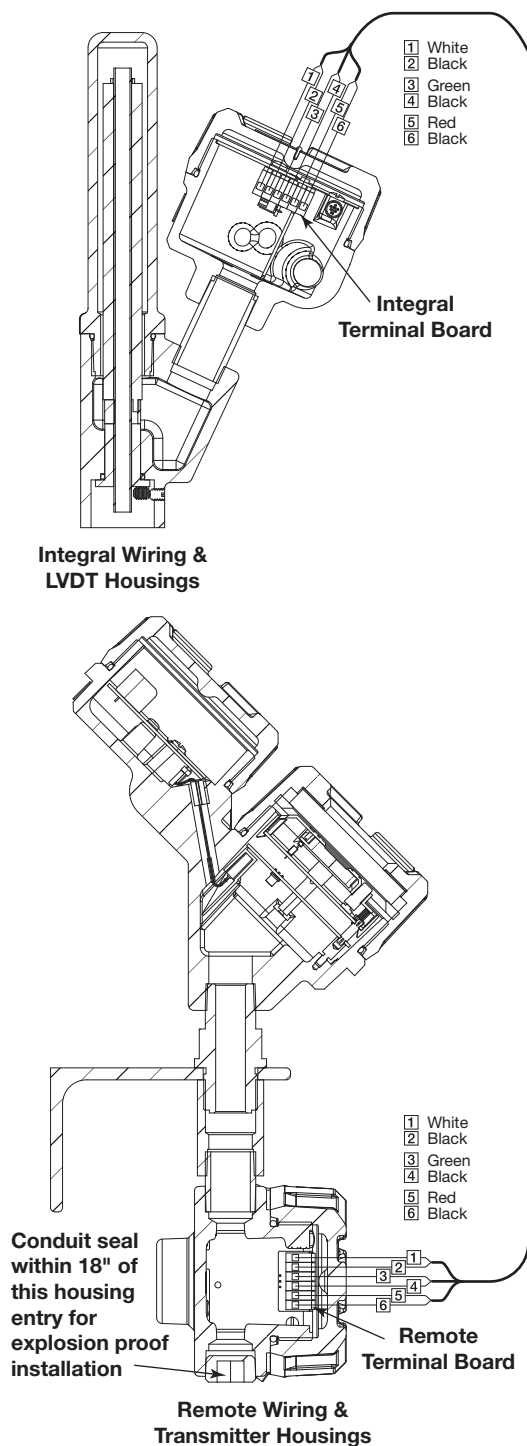

Рисунок 13
1. Смонтируйте взрывозащищенную трубку от выносной головки датчика ЕЗ к встроенному клеммному кожуху у LVDT. Фитинг взрывозащитной трубки (уплотнение ЕУ) необходим в пределах 18" от выносного кожуха эл. проводки головки датчика (см. *Рис. 13*). Следуйте шагам 2-7 технологического процесса дистанционного монтажа эл. проводки на *стр.15*.